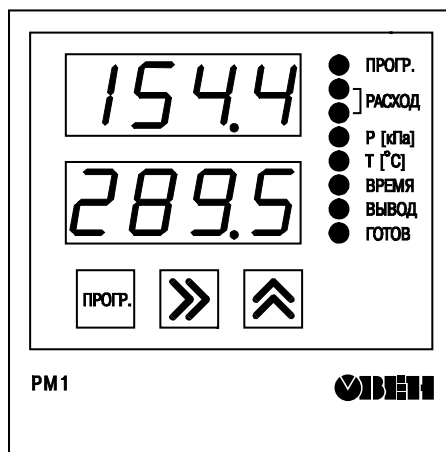

Рис. 1
3.1.2. На передней панели прибора (**рис. 1**) находятся индикаторы: